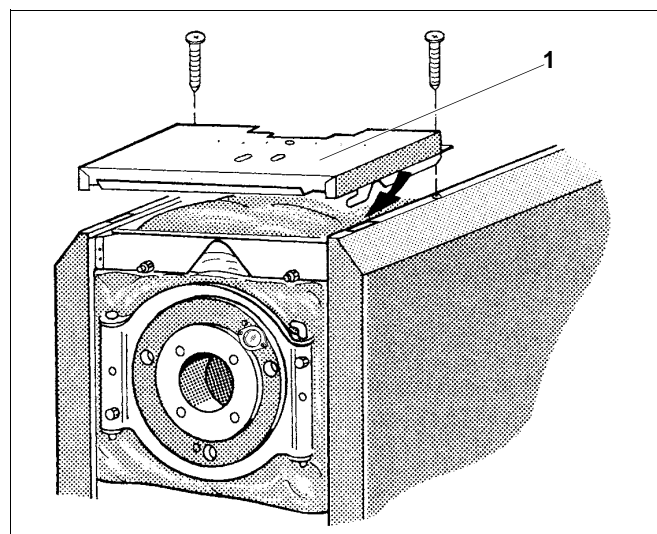

Рис. 12 Установка передней крышки котла
- Уложите переднюю верхнюю крышку котла (рис. 12, **поз. 1**) сверху на отбортовку боковых стенок и сдвиньте вперед до защелкивания обоих крючков справа и слева в вырезах (рис. 12).
- Вставьте в отверстия на планке передней крышки (рис. 12, **поз. 1**) 2 самореза и заверните их в отбортовку боковых траверс (рис. 12, стрелка).